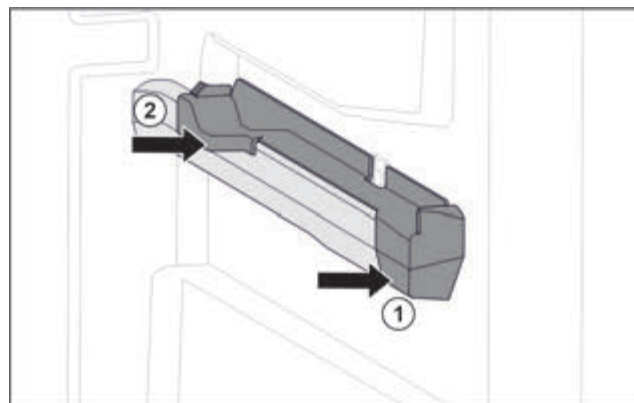

Fig. 98 Вставна частина на правому ребрі для резервуару
- ▶ Одягти вставну частину вперед на ребро резервуару. Fig. 98 (1)
- ▶ Притиснути вставну частину позаду. Fig. 98 (2)